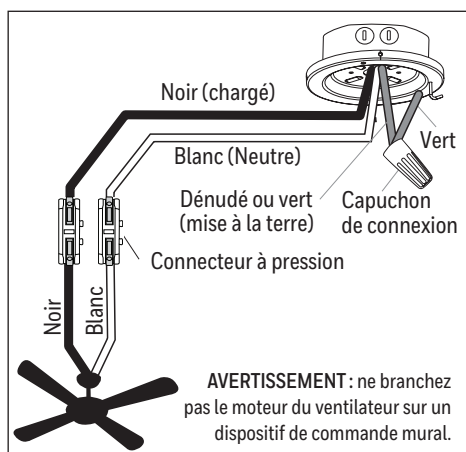

Figure 4.1
1. Effectuez les connexions de câbles suivantes conformément au schéma et aux étapes suivantes (Figure 4.1):